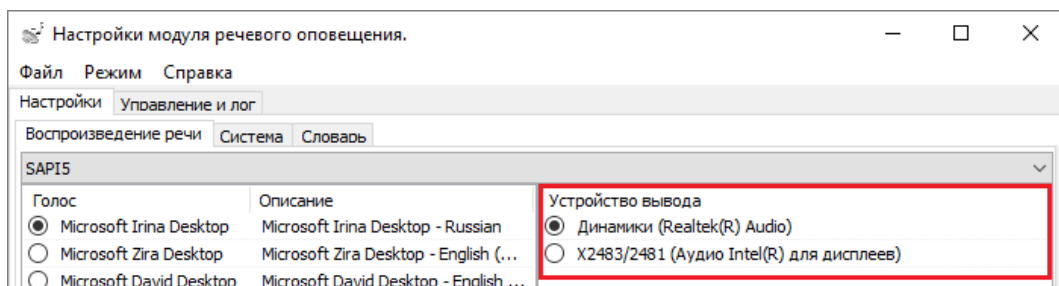

Рисунок 8-176 Выбор устройства вывода для речевого оповещения
- устройство вывода (см. Рисунок 8-176);